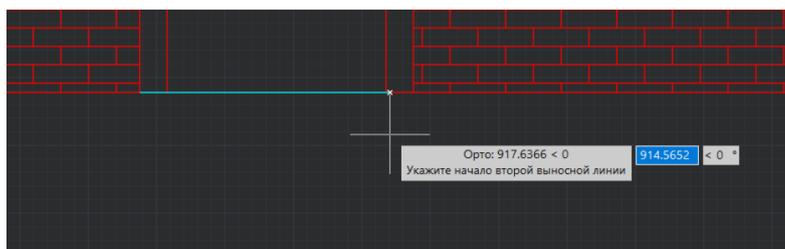
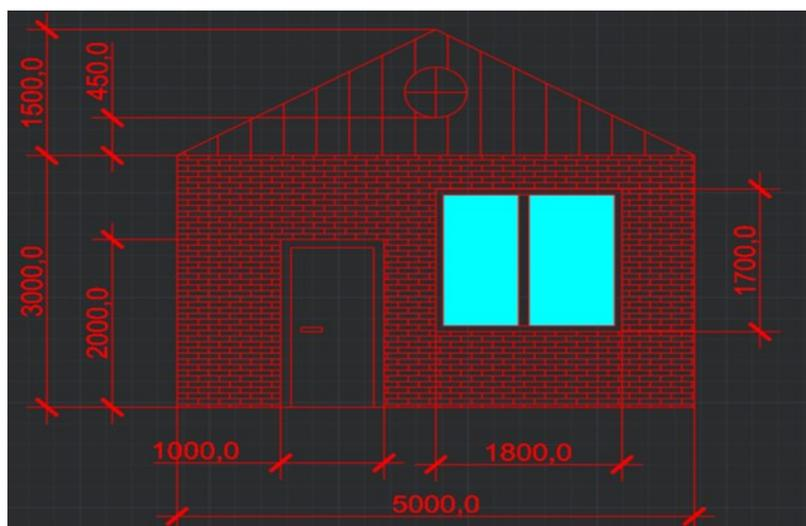

Рис. 4.49
Рис. 4.51
1. Для проставления размеров у вертикальных или горизонтальных объектов удобнее всего использовать Линейные размеры, для этого необходимо поставить точку начала размера и выбрать точку конца размера, после отодвинуть размер на нужное расстояние (рис. 4.49), (рис. 4.50), (рис. 4.51).